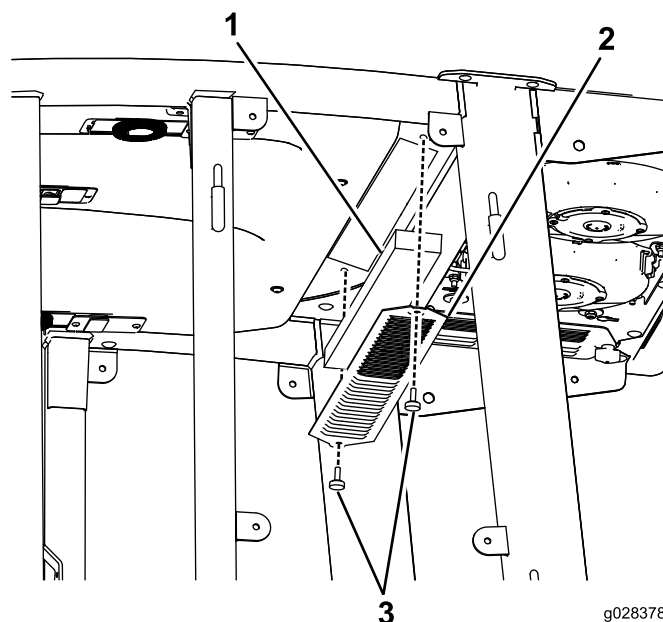

Figura 52
1. Rimuovete le viti e le griglie sia dal filtro dell'aria interno alla cabina, sia da quello sulla parte posteriore della cabina (Figura 52).